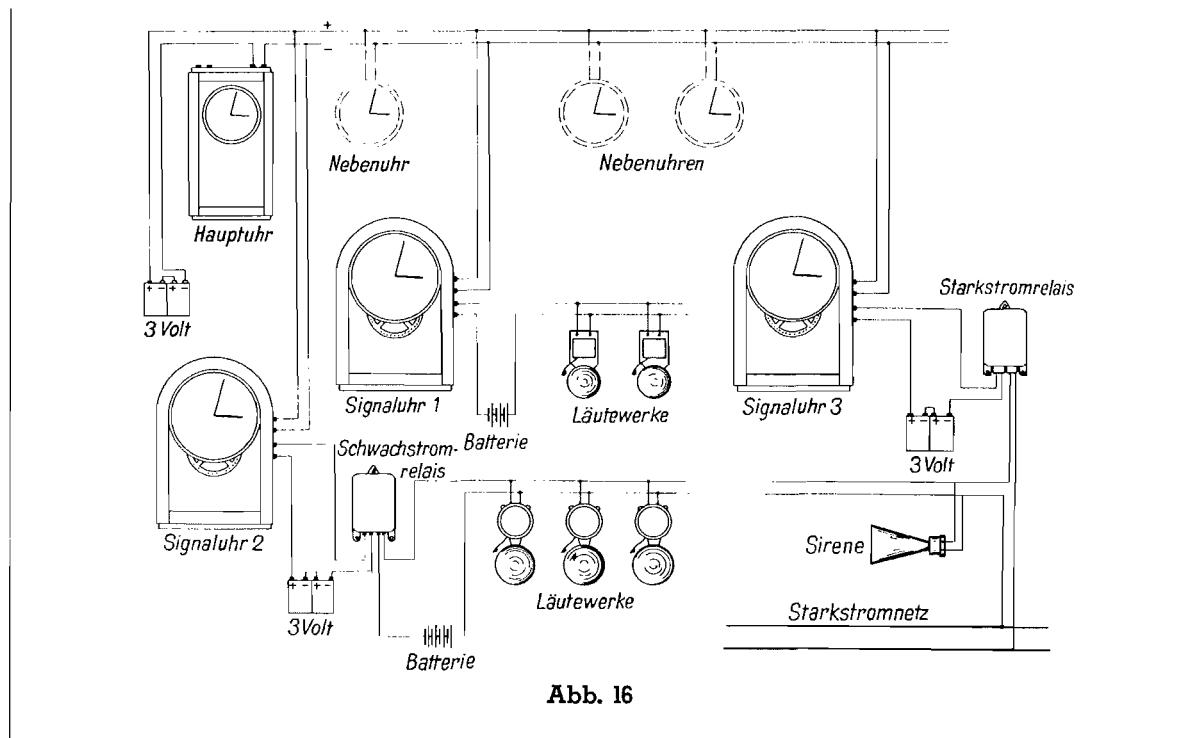
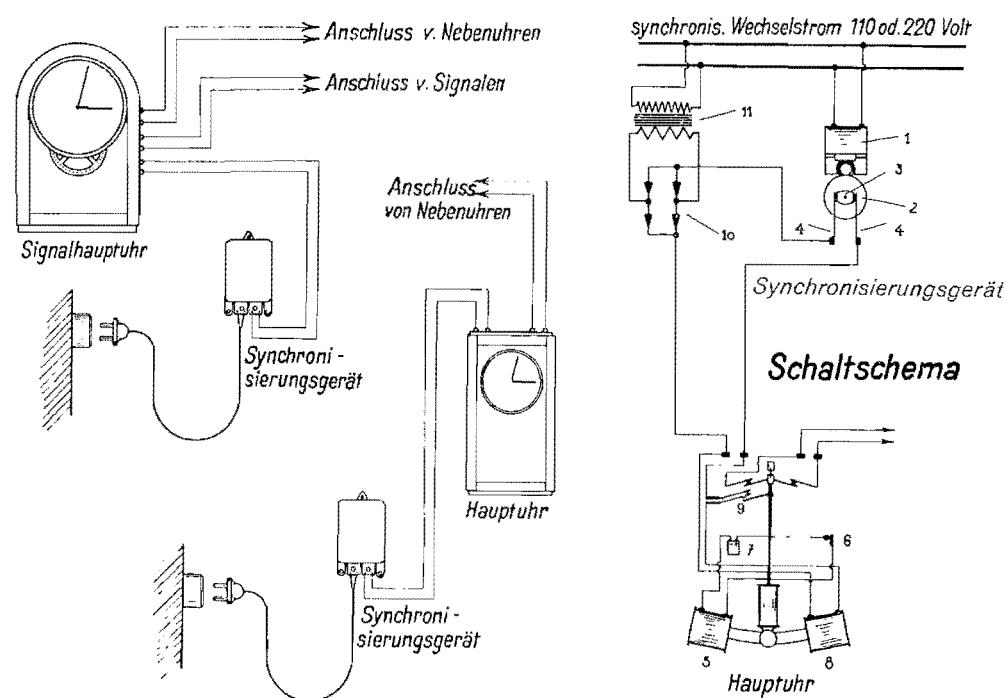

Abb. 16
Abb. 17
In Abb. 16 sind mehrere Signaluhren dargestellt, wobei die verschiedenen Möglichkeiten des Anschlusses von Signalen gezeigt sind. - Wir unterscheiden:
1. **Signaluhren**, deren Läutewerke oder sonstige Signale direkt ohne Zwischenschaltung von Relais angeschlossen werden. (Siehe Abb. 16, Signaluhr 1). Es können bis zu fünf hochohmige Schwachstromglocken mit einer Betriebsspannung bis 6 Volt in Parallelschaltung angeschlossen werden.
2. **Signaluhren**, deren Läutewerke oder sonstige Signale unter Zwischenschaltung eines Schwachstromrelais angeschlossen werden (siehe Abb. 16, Signaluhr 2). Die an das Schwachstromrelais angeschlossenen Signalgeräte können eine Betriebsspannung bis zu 24 Volt und einen Stromverbrauch bis 6 Ampère haben.
3. **Signaluhren**, deren Signalgeräte, Hupen, Sirenen oder dergl. unter Zwischenschaltung eines Starkstromrelais (siehe Abb. 15) angeschlossen werden (siehe Abb. 16, Signaluhr 3). Mit dem Starkstromrelais können Signalgeräte mit Betriebsspannungen bis 250 Volt und einem Stromverbrauch bis 6 Amp. geschaltet werden. Stromverbrauch und Spannungen für sämtliche Relaisausführungen sind bei Bestellung jeweils anzugeben.
Die in Abb. 16 dargestellten Signaluhren 1, 2 und 3 sind als Signalnebenuhren ausgebildet und wie gewöhnliche Nebenuhren an die Hauptuhr angeschlossen. In Abb. 17 sehen wir eine Signalhauptuhr, an die außer den Signalen noch Nebenuhren angeschlossen werden können. Bei kleinerer Anzahl, 1 bis 30 Nebenuhren, ist dies zu empfehlen. Bei größeren Uhrenanlagen und für den Fall, daß mehrere Signaluhren benötigt werden, benutzt man zweckmäßig Signalnebenuhren wie in Abb. 16 dargestellt, welche in beliebiger Entfernung von der Hauptuhr angeordnet werden können.
Durch eine Synchronisierungseinrichtung, die an die Hauptuhr angeschlossen werden kann, wird die Zeitüberwachung selbsttätig ausgeführt. Diese Einrichtung bedingt allerdings die Verwendung frequenzkontrollierten Wechselstromes. In **Abb. 17** ist die Synchronisierungseinrichtung bildlich und schaltungstechnisch dargestellt.
Vom Synchronisierungsgerät führt eine Litze mit Stecker zur Steckdose der Lichtleitung (frequenzkontrollierter Wechselstrom, 110 oder 220 Volt Spannung, diese ist bei Bestellung anzugeben), sowie eine Schwachstromleitung zur Hauptuhr. In der **Abb. 17** ist die Synchronisierungseinrichtung in Verbindung mit einer Signalhauptuhr und einer gewöhnlichen Hauptuhr dargestellt.